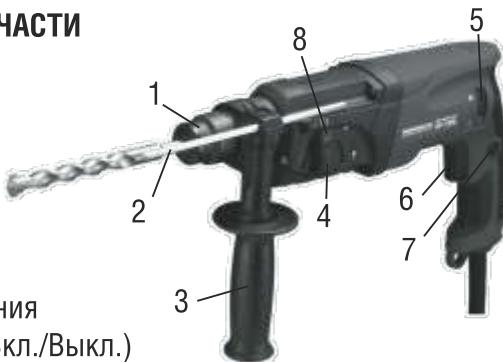

Рис. 1
Настоятельно рекомендуется использовать дополнительную (боковую) рукоятку (8)(См. Рис.1) во время работы. Точный контроль над инструментом значительно повышает безопасность и удобство работы.
Установите боковую рукоятку (8)(См. Рис.1) на ствол перфоратора.
Нажмите на кнопку-фиксатор (2)(См. Рис.1).
Чтобы включить перфоратор, нажмите на клавишу выключателя (6)(См. Рис.1).
Кнопка фиксации пуска (5)(См. Рис.1) позволяет поддерживать максимальную скорость вращения без необходимости постоянного нажатия на клавишу пускового выключателя (6)(См. Рис.1).
При нажатой пусковой клавише (6) нажмите кнопку фиксации (5)(См. Рис.1).
Чтобы снять блокировку и выключить перфоратор, достаточно еще раз нажать на клавишу пускового выключателя (6)(См. Рис.1).
Вы можете установить необходимое направление вращения патрона с помощью переключателя реверса (4) (См. Рис.1).